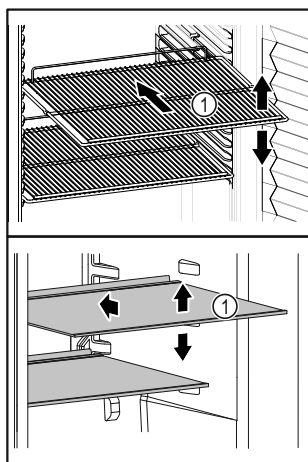

Fig. 23 Ilustrační zobrazení
- Pokud jsou odstavné plochy Fig. 23 (1) přemístitelné, přizpůsobte je vždy na danou výšku.